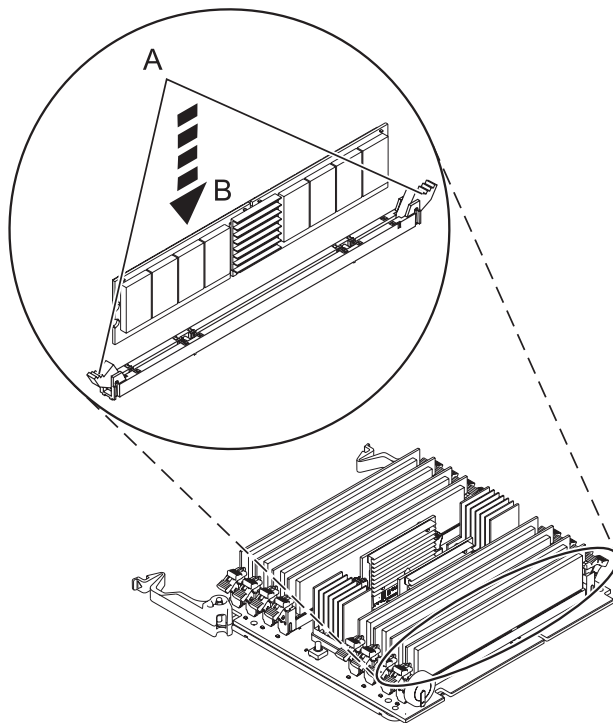

Figure 9. Remplacement d'un module de mémoire
12. Vérifiez que les languettes de verrouillage du connecteur (**A**) sont ouvertes, comme indiqué dans la figure 9, à la page 16, avant d'installer un nouveau module de mémoire.